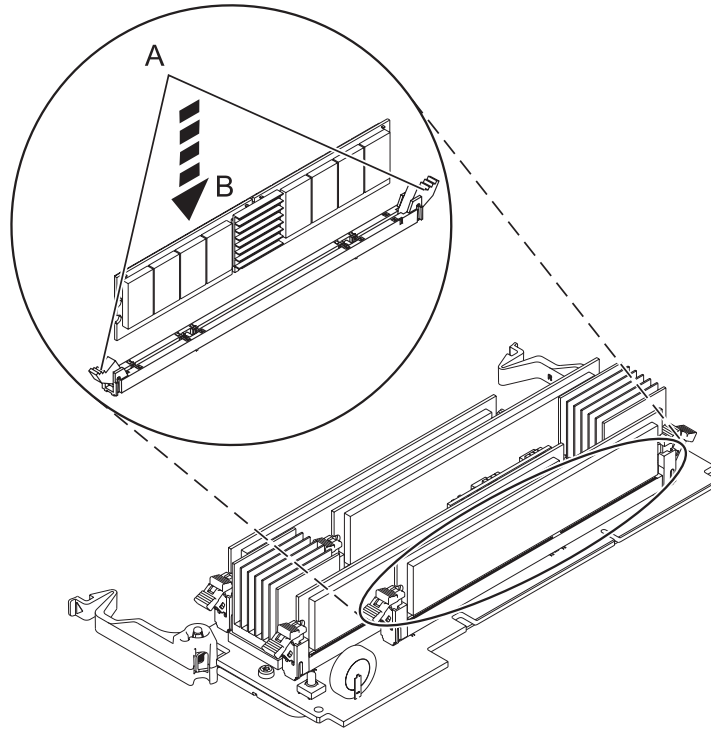

Figura 11. Substitució d'un mòdul de memòria
12. Assegureu-vos que les pestanyes de bloqueig **(A)** del connector s'han tret fins a la posició d'obert, tal com s'indica a la Figura 11 a la pàgina 25, abans d'instal·lar un nou mòdul de memòria.